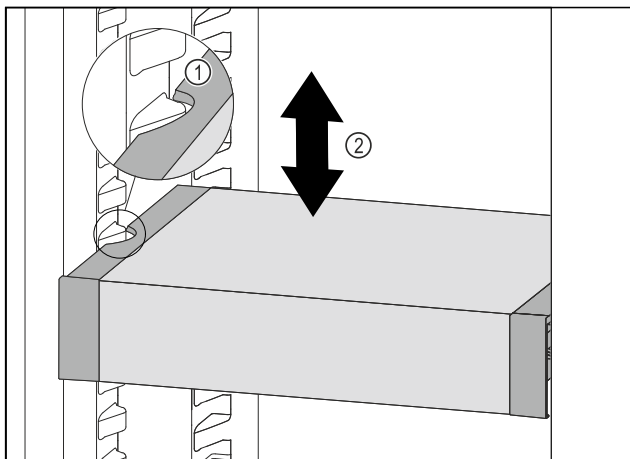

Fig. 77
- ▶ Predal VarioSafe povlecite v smeri naprej, dokler nista stranska izreza predala VarioSafe na višini nastavka za posodo v hladilniku. Fig. 77 (1)
- ▶ Predal VarioSafe premikajte v hladilniku gor ali dol, dokler ne dosežete zelene višini. Fig. 77 (2)